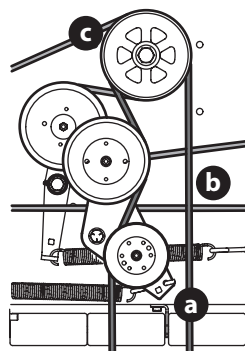

Figure 49
3. En utilisant une clé de 1/2 po dans le support de la poulie de tension (a), tournez la clé vers la droite de la tondeuse et faites glisser la courroie de PDF (b) hors de la poulie de PDF (c) (Figure 49).